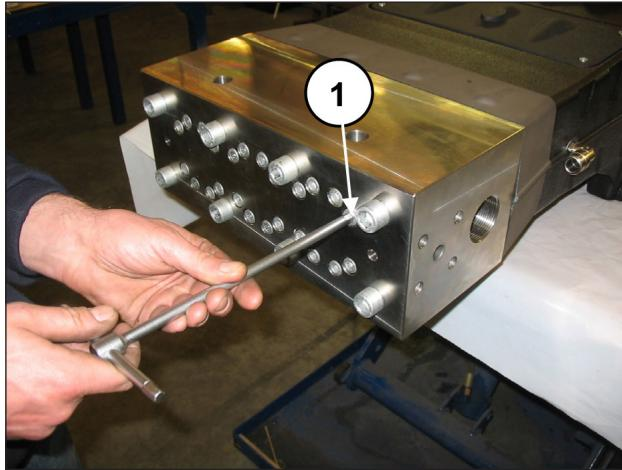
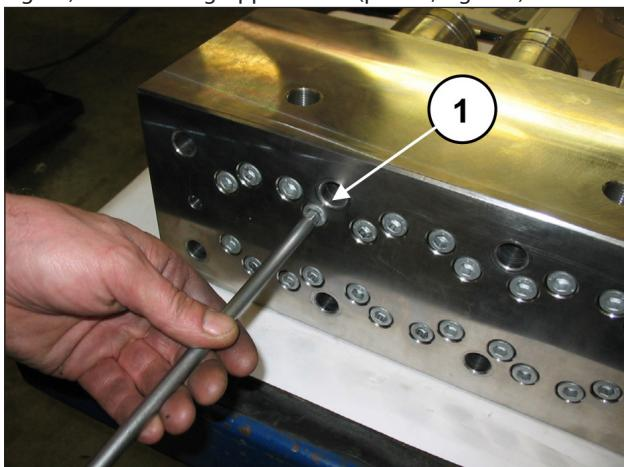
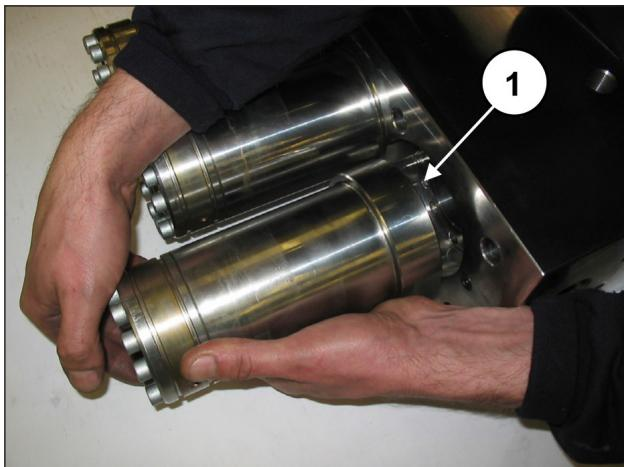
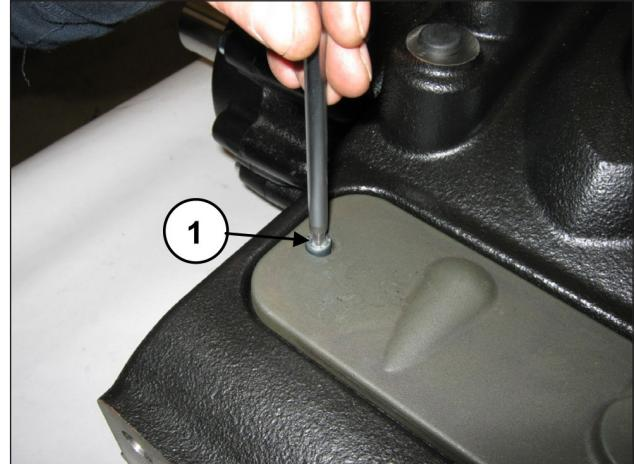

Fig. 94
Fig. 99
Fig. 100
Fig. 107
Allentare, senza rimuovere, le viti M10x140 fissaggio camicie a testata (pos. ①, Fig. 94), in modo da renderle libere.
Rimuovere le viti M10x140 fissaggio camicie a testata (pos. ①, Fig. 99) ed estrarre i gruppi camicie (pos. ①, Fig. 100).
Il gruppo pistone non necessita di manutenzione periodica. Gli interventi sono limitati al solo controllo visivo del drenaggio del circuito di raffreddamento. Qualora si presentassero anomalie / oscillazioni sul manometro di mandata o pulsazioni del tubo di drenaggio del circuito di raffreddamento (se elastico), sarà necessario procedere al controllo e alla eventuale sostituzione del pacco tenute. Per l'estrazione dei gruppi pistone operare come segue: Separare la testata e il distanziale per camicie dal carter pompa come indicato nel par. 2.2.1 (da Fig. 94 a Fig. 100). Rimuovere il coperchio di ispezione superiore svitando le 2 viti di fissaggio (pos. ①, Fig. 107).